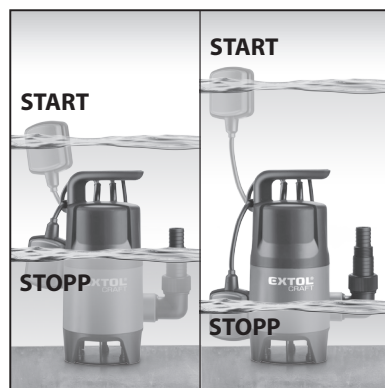

Abb. 4
Das Prinzip ist an einem anderen Pumpenmodell auf der Abb. 4 dargestellt. Der Motor läuft, wenn der Schwimmerschalter durch den entsprechenden Wasserspiegel im Verhältnis zur eingestellten Kabellänge des Schwimmerschalters angehoben ist. Sinkt der Schwimmerschalter zum Pumpengehäuse durch Rückgang des abgepumpten Wasserspiegels, wird der Motor abgeschaltet.
- Der Betrieb vom Pumpenmotor wird automatisch durch die Position des Schwimmerschalters in Bezug auf die Höhe vom Wasserspiegel der gepumpten Flüssigkeit gesteuert, siehe Abb. 4.